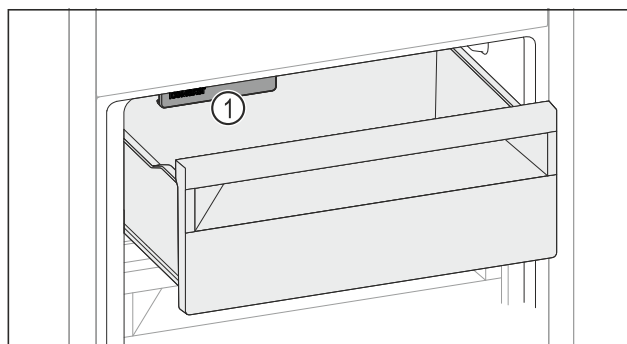

Fig. 182
▶ Vegye figyelembe az IceMaker-t Fig. 182 (1).